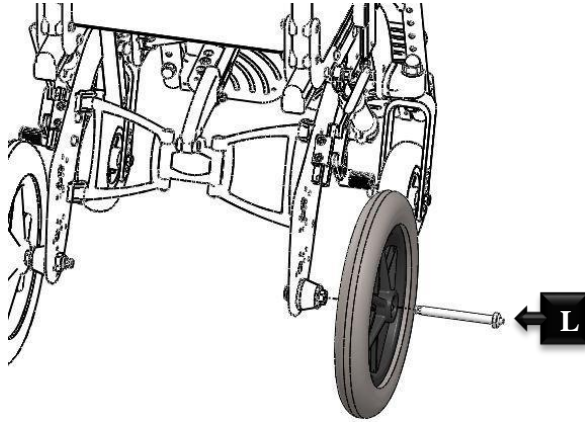

Abbildung 48
Einen leichten Druck auf den in Abbildung 48 mit (L) gekennzeichneten Pip-Pin ausüben und das Rad entfernen. Ein neues und das Pip-Pin einsetzen, sicherstellen, dass dieser richtig verriegelt ist.